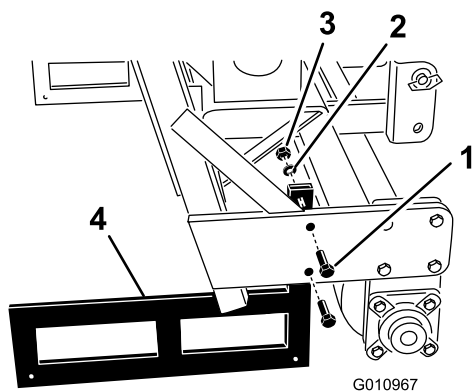

图35
2. 卸下将存放架固定到打孔机两端的螺栓、锁紧垫圈和螺母（图35）。